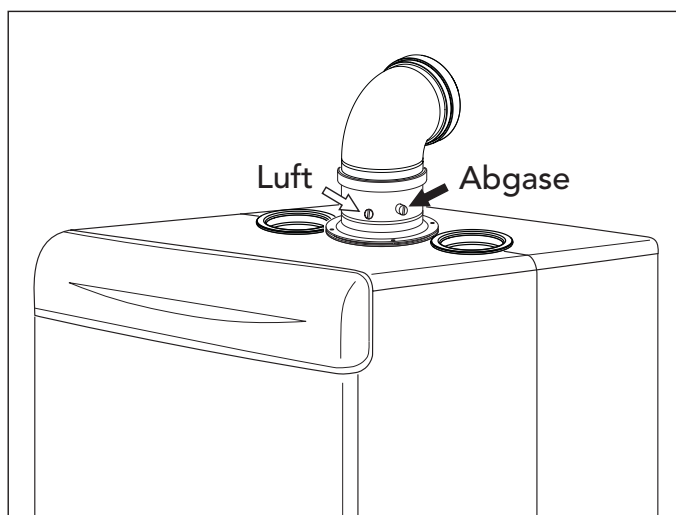

Abb. 16 (Anschlussstück ähnlich)
- Der Boiler wird über den Ablasshahn 233 von Abb. 16 entleert, nachdem die Füllventile des Wassernetzes geschlossen wurden; zur Entlüftung eine Warmwasser-Entnahmestelle benutzen (Waschbecken, Dusche, usw.).
An den auf Abb. 16 dargestellten Luft- und Abgas-Abgreifpunkten kann die Verbrennungsanalyse vorgenommen werden.